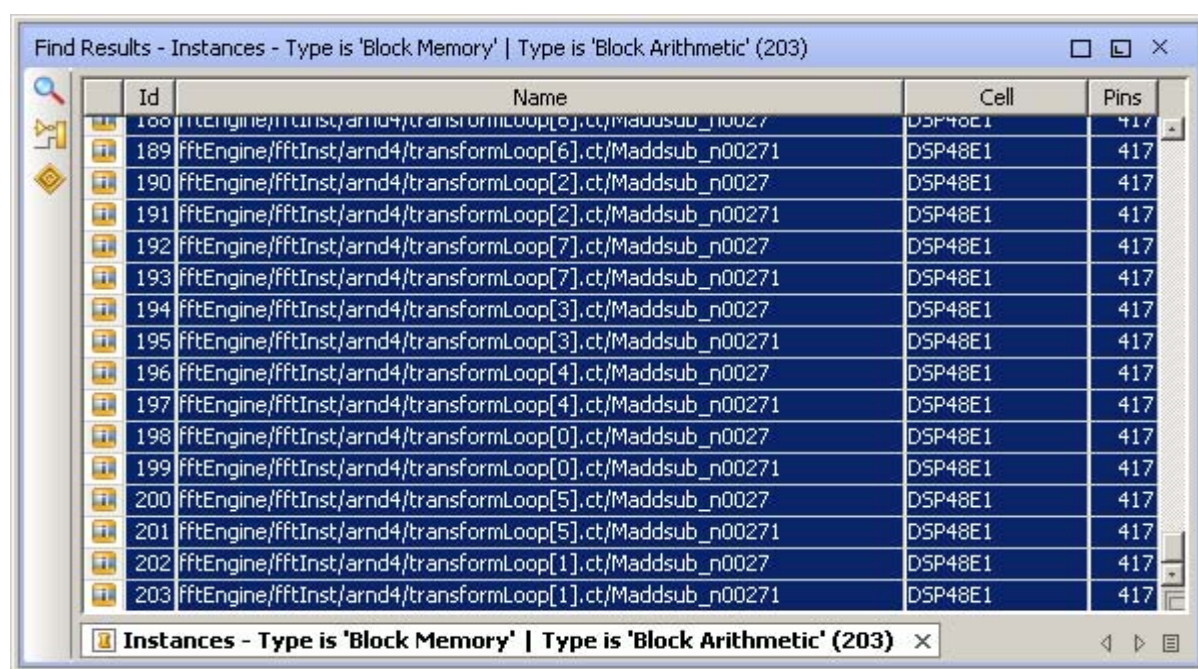

図 8 : [Find Results] パネルでロジックを選択
1. 図 8 に示すように、[Find Results] パネルから固定する配置をすべて選択します。